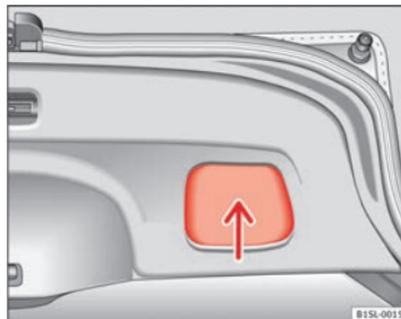

Fig. 23 Portón trasero abierto: cavidad para tirar.
- Agarre la cavidad del revestimiento interior del portón trasero => fig. 23 (flecha).